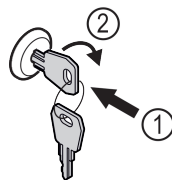

Fig. 127 Примерное изображение
- Вставьте ключ Fig. 127 (1).
- Поверните ключ на 90° по часовой стрелке Fig. 127 (2).